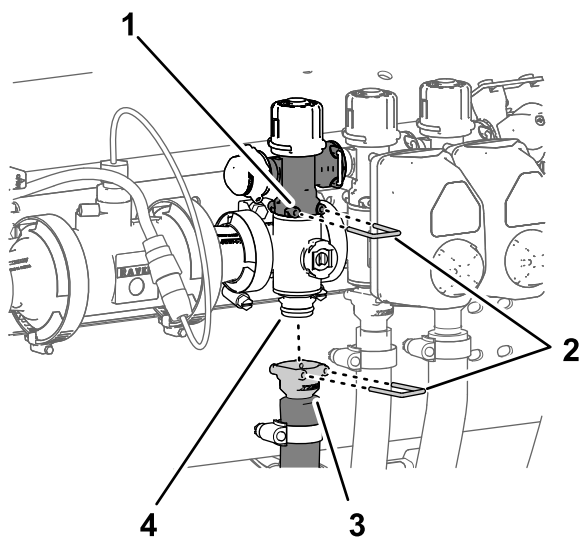

Figura 110
1. Rimuovete il perno di collegamento rapido che fissa l'accoppiatore rapido della valvola di bypass della sezione alla valvola del collettore della sezione (Figura 110).
2. Rimuovete il perno di collegamento rapido che fissa l'accoppiatore rapido del flessibile di alimentazione delle sezioni al collettore del raccordo di collegamento rapido della valvola del collettore della sezione (Figura 110).